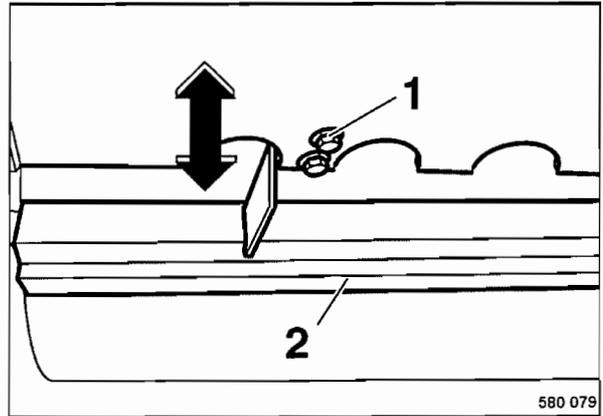

Fig. 64
- Para el reajuste de los rascadores 1 (Fig. 64) hay que soltar los tornillos de fijación (2) en los agujeros oblongos, y deslizar el soporte de los rascadores en dirección del rodillo hasta entrar en contacto.